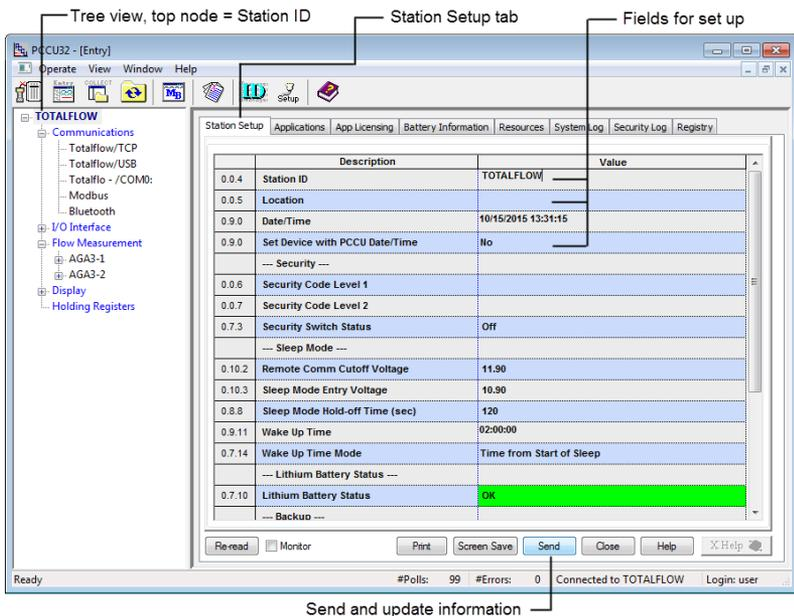

Figura 17: Tela de Configuração da Estação
1. Clique no nó superior da árvore de navegação, o nome do **Station ID** (ID da estação) (Figura 17), para ver a tela **Station Setup** (Configuração da Estação).